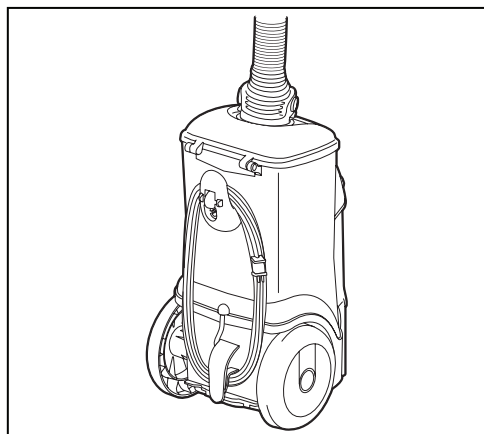

Fig.5
- Étape 5 :** Enroulez le cordon autour des crochets à cordon sur la partie inférieure du traîneau et pincez la fiche sur le cordon (Fig. 5).